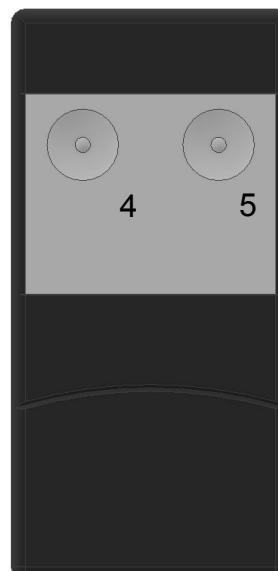

Abb. 12
3. Während Sie den Programmier­taster gedrückt halten betätigen Sie gleichzeitig die erste Taste am Handsender (Abb.12 Nr.4). Die LED (Abb.11 Nr.3) blinkt nach der Handsendererkennung nun schnell.
5. Für das einlesen des zweiten Kanal wiederholen Sie den Vorgang ab Schritt 2 unter Verwendung der zweiten Taste am Handsender (Abb.12 Nr.5).